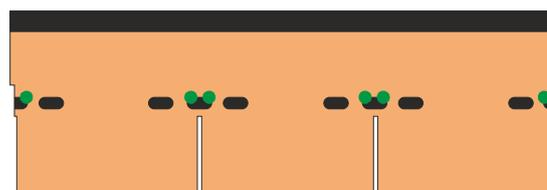

Fig. 7
- La posa della seconda fila di tegole inizia allineando la tegola mod. Elite alla linea di riferimento z (fig. 7). Completare la fila a destra e a sinistra.